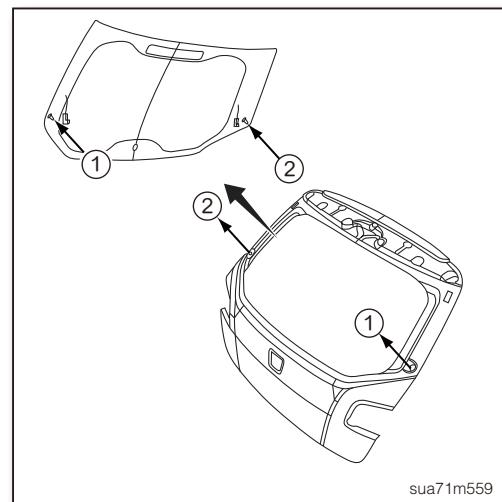

图13
7. 拆开安装在尾门钣金上的后窗玻璃固定扣①、②，取下后窗玻璃(如图13)。